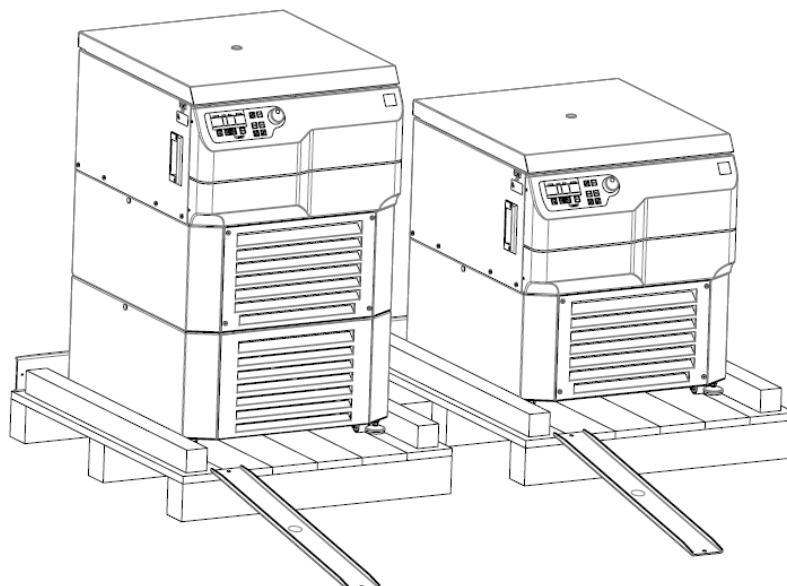

Abbildung.9
- Entfernen Sie die Metallstäbe und befestigen Sie sie an der Vorderkante der Palette, damit sie als Rampe verwendet werden können (siehe Abbildung 9). Verwenden Sie dieselben Schrauben und achten Sie auf eine sichere Schraubenverbindung.
- Nehmen Sie den mitgelieferten Maulschlüssel und heben Sie die Zentrifugenfüße an, bis sie auf den Rollen stehen (siehe auch Abbildung 9).